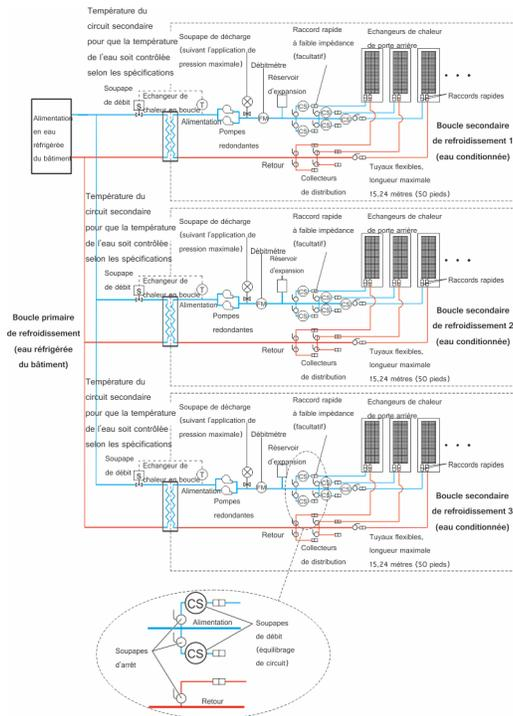

Figure 5. Boucles de refroidissement principale et secondaire
Les figure 5, à la page 20 à figure 8, à la page 23 représentent des solutions de refroidissement types offrant le maximum de souplesse. Lisez les instructions suivantes avant de concevoir l'installation :
- Après avoir défini le débit total de tous les échangeurs de chaleur à l'aide d'un débitmètre tel que décrit précédemment, il est important de concevoir la plomberie afin qu'elle fournisse le débit que vous voulez pour chaque échangeur de chaleur et qu'elle vous donne le moyen de vérifier ce débit. Les figure 5, à la page 20
- Concevez la boucle de flux pour réduire au minimum la chute de pression totale dans celle-ci. Le dispositif facultatif de raccord rapide à faible impédance (voir figure 5, à la page 20 à figure 8, à la page 23) ne peut correspondre aux raccords rapides Parker utilisés sur l'échangeur de chaleur en raison de la chute excessive de pression de l'air circulant dans les quatre paires de raccord rapides en série. Il doit s'agir de raccords rapides à très faible impédance (proche de 0). Ces raccords rapides peuvent aussi être purement et simplement remplacés par un raccord cannelé.
La figure 5 présente une solution de refroidissement classique et identifie les composants de la boucle de refroidissement principale et la boucle de refroidissement secondaire.